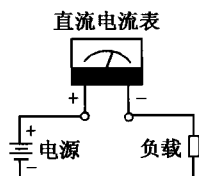

图 2-3 电流表的正确接法
(1) 在测量前,应首先明确所测电路中的电流是交流电流还是直流电流。如果所测电路中的电流是交流电,应使用交流电流表;如果是直流电流就应使用直流电流表。有的万用表只有直流电流挡,因此只能测量直流电流。
(2) 合理的选用电流表的量程。首先粗略估计电路中电流的大小,以便选择电流表的测量范围。若用小量程去测量大电流,就会烧坏电流表;若用大量程去测量小电流,会影响测量的准确度。如果一时无法估计电流大小,挡位要宁大勿小,然后逐步缩小测量范围。
(3) 电流表必须串接在被测量的电路中。测量直流电流时,直流电流表的正极必须和电路电源的正极相接,负极必须和电路电源的负极相接,不可接反,否则电流表指针要反转,既影响正常测量,也容易损坏电流表,如图2-3所示。交流电流表则不分正负。